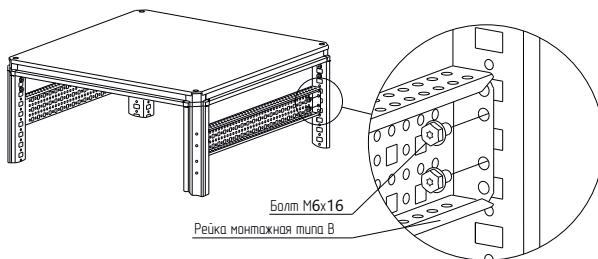

Рисунок 2
4.2.2 Установить рейку монтажную тип В между стоек каркаса на нужной высоте и закрепить самонарезающими болтами M6×16 (рисунок 2). Момент затяжки – 7 Н·м. Болты приобрести отдельно.